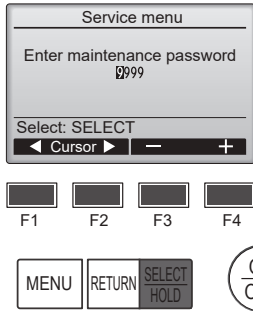

Fig. 7-2
- ① Seleccione "Service" (Revisión) desde el Menú principal, y pulse el botón [SELECT/HOLD] (SELECCIONAR/MANTENER).
- ② Una vez seleccionado el Menú Revisión aparecerá una ventana que pide la contraseña. (Fig. 7-2)